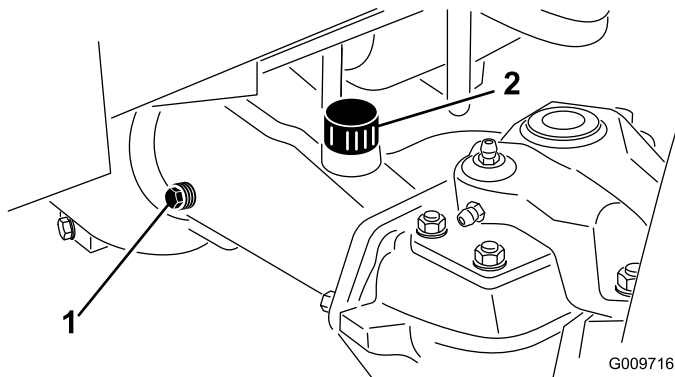

図 71
- アクスルの一方の端部から点検用プラグ (図 71) を抜き、穴の高さまで潤滑油があることを確認する。量が不足の場合は、給油プラグ (図 71) をはずして補給する。